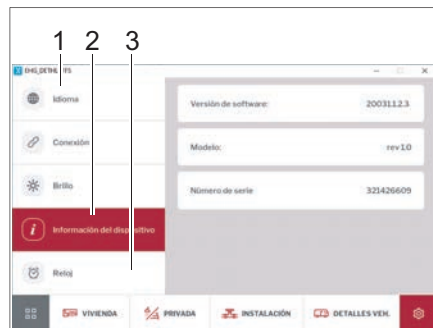

Fig. 267 Idioma, información del dispositivo, hora
- Tocar en la opción *Idioma* (Fig. 267,1) y seleccione el idioma de pantalla deseado.
- Tocar en la opción *Hora* (Fig. 267,3) y ajuste la hora.
- Tocar en la opción *Información del dispositivo* (Fig. 267,2). Aparece información sobre el dispositivo (versión de software, modelo y número de serie).